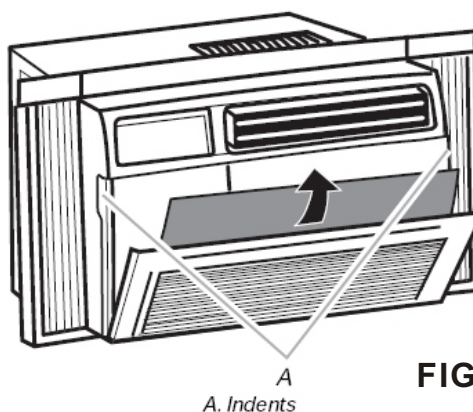

FIG.21
1. REMOVE THE FILTER BY PULLING DOWN ON THE INDENTS OF THE FILTER DOOR ON THE FRONT OF THE UNIT. (FIG. 21).